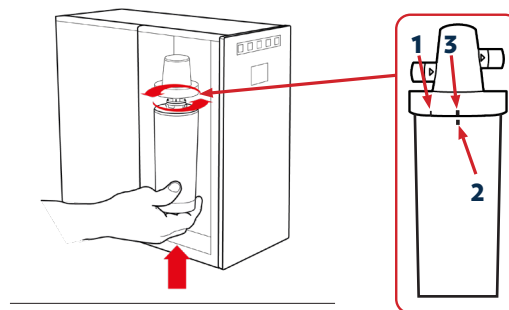

Fig. 3-29
28.11 – Prendere il filtro nuovo dopo averne rimosso la pellicola e il tappo protettivo, posizionarlo nella sede di aggancio allineando il marcatore **2** del filtro alla posizione di inserimento **1**, ruotare il filtro da sinistra verso destra fino a raggiungere il finecorsa **3**. Il marcatore sul filtro **2** dovrebbe ora essere in linea con il finecorsa **3** sulla testata del filtro, vedi Fig. 3-29.